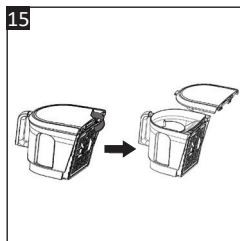

Рис. 15
2. На задней стороне крышки пылесборника нажмите кнопку открывания крышки, расположенную в центре, и потяните кнопку вверх, чтобы снять крышку (Рис. 15).